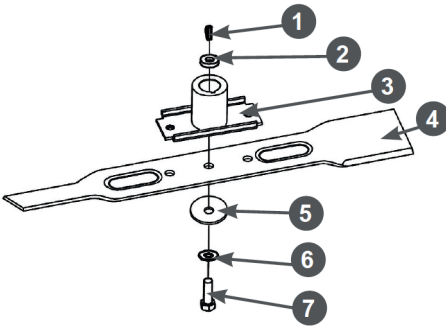

Рис. 28. Установка ножа
2. С помощью соответствующего инструмента открутите болт 7 крепления ножа и снимите нож (Рис. 28).
3. Снимите с вала двигателя адаптер 3 ножа и втулку 2 адаптера (Рис. 28).
4. Убедитесь в том, что шпонка 1 адаптера на месте и не имеет повреждений (Рис. 28). Во избежание утери шпонки во время заточки ножа или других работ по обслуживанию газонокосилки извлеките шпонку из шпоночного паза и уберите в надёжное место.
7. Установите все детали на место в порядке, обратном снятию. Схема установки показана на Рис. 28.
8. Зафиксируйте нож от проворачивания и надёжно затяните болт 7 крепления ножа (Рис. 28).